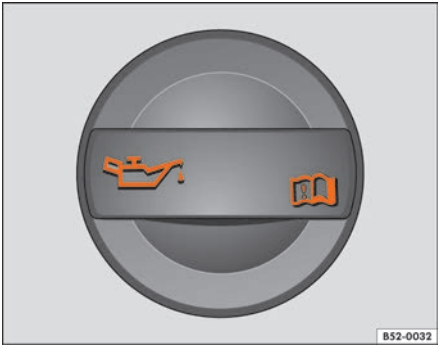

图 156 发动机舱内：发动机机油加注口盖
4. 找到发动机机油加注口盖及机油标尺的位置，发动机机油加注口盖上印有符号  ⇒ 图 156，机油标尺的手柄为橙色。如找不到加注口盖和机油标尺，请咨询本公司特许经销商。
9. 拧下发动机机油加注口盖 ⇒ 图 156。